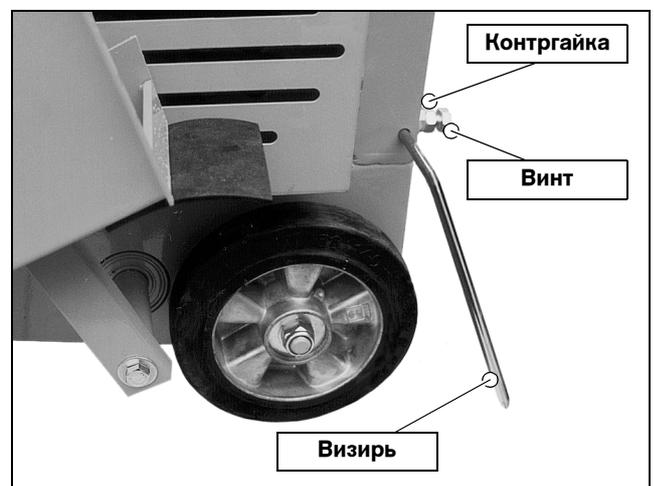

Рис. 4.24 Задний визирь
5. Аналогично-задний визирь (Рис. 4.24).